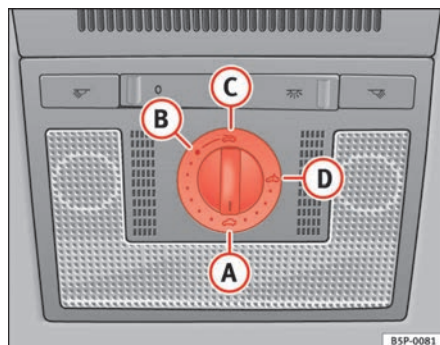

Fig. 68 Detalle del revestimiento interior del techo: mando giratorio del techo corredizo / deflector
- Gire el mando a la posición **A** ⇒ fig. 68 ⇒ ⚠.